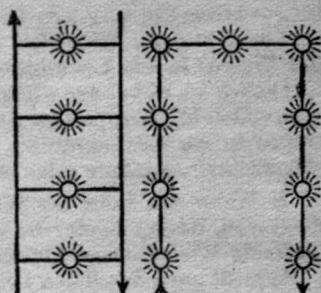

Abb. 78
f) Die Lampen unserer Beleuchtungsanlagen sind in der Regel parallel geschaltet, d. h. jede Lampe liegt unmittelbar an beiden Leitungen. — Bei der Beleuchtung des Weihnachtsbaumes finden wir die Hintereinanderschaltung. Stelle den Unterschied nach Abb. 78 fest! In welchem Falle erlöschen sämtliche Birnen, wenn eine ausgeht? In welchem Falle kann man eine Birne aus der Fassung schrauben, ohne daß die anderen erlöschen?